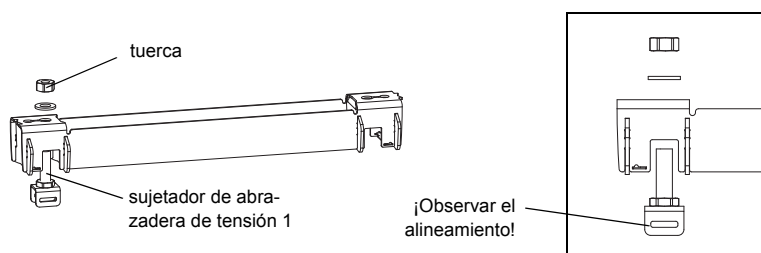

Fig. 9.18: Raíl con sujetador de abrazadera de tensión
- Insertar un sujetador de abrazadera de tensión en el raíl (véase sujetador de abrazadera de tensión 1 en Fig. 9.18). En esto, fijarse en el alineamiento del sujetador de abrazadera de tensión.